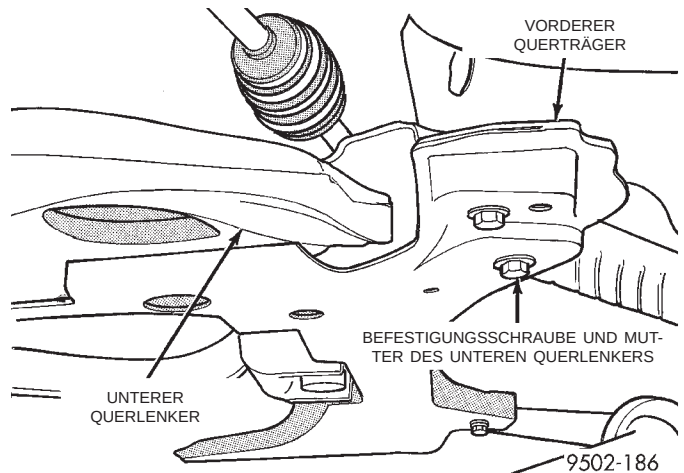
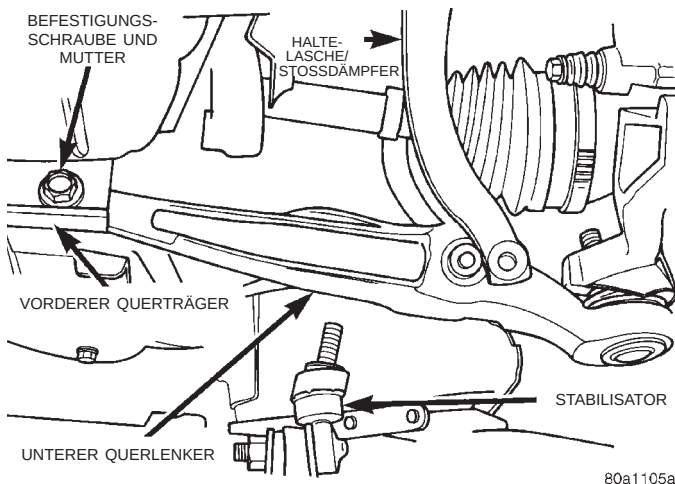

Abb. 35 Hintere Befestigung des unteren Querlenkers am Querträger
Abb. 36 Vordere Befestigung des unteren Querlenkers am vorderen Querträger
(10) Die eine Seite des Stabilisators nach unten vom unteren Querlenker und der Karosserie wegdrücken.
(11) Mutter und Schraube (Abb. 35) lösen, mit der der untere Querlenker am vorderen Querträger verschraubt ist.
(12) Mutter und Schraube (Abb. 36) lösen, mit der das vordere Gummilager des unteren Querlenkers am vorderen Querträger verschraubt ist.
(1) Den unteren Querlenker zuerst hinten in den Querträger einbauen. Dann den Querlenker vorne am Querträger einbauen. Die Muttern und Schrauben (Abb. 36) und (Abb. 35) eindrehen, mit denen der Querlenker vorn und hinten befestigt wird. **Die vordere Befestigungsschraube noch nicht festziehen.**
(2) Die hintere Befestigungsschraube und Mutter (Abb. 35) mit einem Anzugsmoment von 95 N·m (70 ft. lbs.) festziehen.
(12) Die vordere Befestigungsschraube und Mutter (Abb. 36) mit einem Anzugsmoment von 182 N·m (135 ft. lbs.) festziehen.
(13) Rad anbauen.